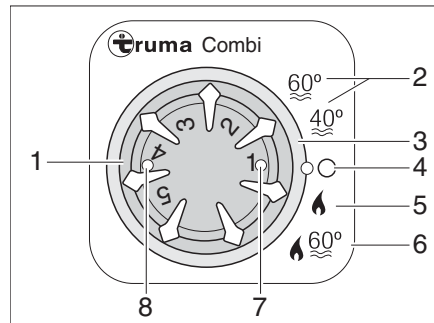

Fig. 113 Unidad de mando para la calefacción/caldera
- Seleccionar el modo de funcionamiento con el interruptor giratorio (Fig. 113,3).
La calefacción selecciona por sí sola la potencia de quemador necesaria. En el modo de funcionamiento "Calefacción y caldera" (Fig. 113,6) se calienta también el agua en la caldera. La calefacción puede utilizarse en el modo de funcionamiento "Calefacción sin caldera" (Fig. 113,5) con la caldera vacía.
- Poner el botón giratorio de temperatura (Fig. 113,1) de la unidad de mando en el nivel de calefacción deseado.
- Poner el interruptor giratorio (Fig. 113,3) en modo de invierno "Calefacción sin caldera" (Fig. 113,5) o en modo de invierno "Calefacción y caldera" (Fig. 113,6).
La luz de control verde (Fig. 113,7) se enciende.
- Ajustar el interruptor giratorio (Fig. 113,3) en "O" (Fig. 113,4).
La combinación de los funcionamientos a gas y con electricidad a 230 V acorta el tiempo de calentamiento (esto solo es posible si en la unidad de mando (Fig. 113) la calefacción se encuentra ajustada en modo de invierno).